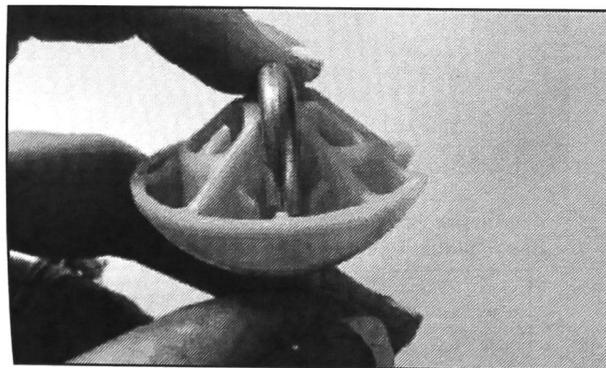

FIGURE 4
5. Introduire l'extrémité du crochet de la tige de suspension amortie dans le creux de la butée hémisphérique de suspension. Voir la Figure 4.